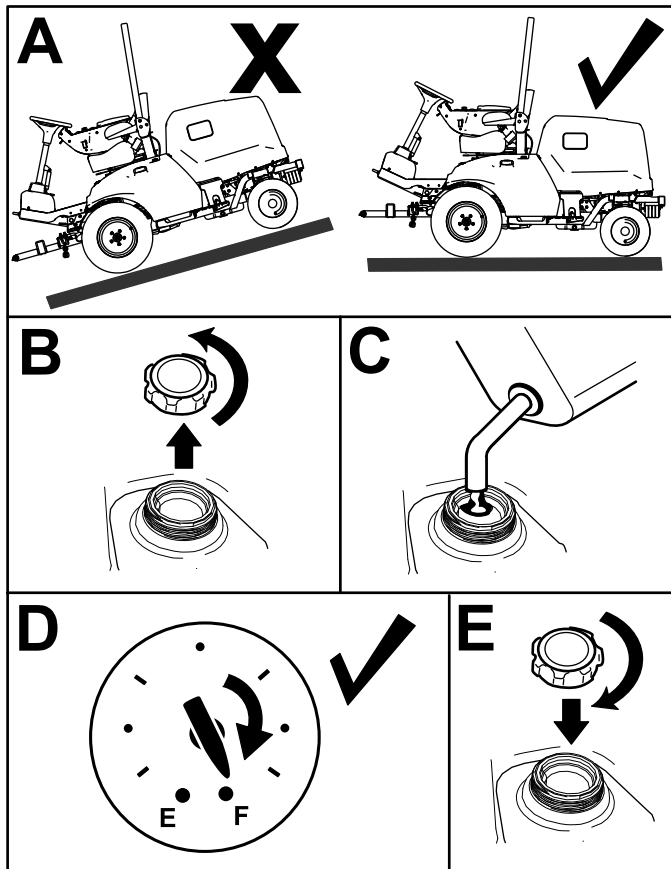

Figura 32
1. Aparque la máquina en una superficie nivelada (**Figura 32**), ponga el freno de estacionamiento, apague el motor y retire la llave